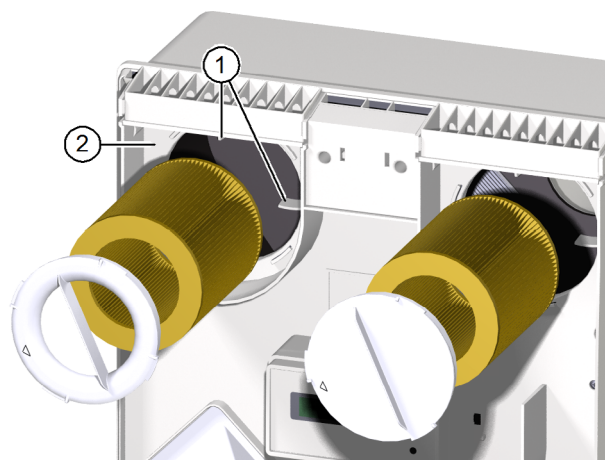

Abb. 19: Filter einsetzen
- ▶ Achten Sie darauf, dass der Filter in die vier Haltenasen (Pos. 1 in Abb. 19) an der Rückwand des Lüftungsgeräts gleitet.
- ▶ Setzen Sie den Filterring auf den Abluftfilter auf. Achten Sie darauf, dass der Filterring plan auf der Zwischenplatte (Pos. 2 in Abb. 19) aufliegt.